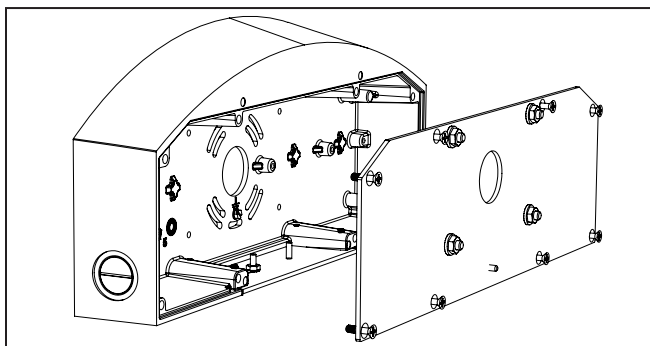

Figure 12.
1. Retirez la plaque de recouvrement avant, et les huit (8) vis Phillips. Notez que les vis doivent rester retenues sur la plaque de recouvrement. (Figure 12)
5. Installez le recouvrement avant sur le boîtier arrière (Figure 12). Serrez les vis à un couple de 2,3 Nm (20 po-lb).